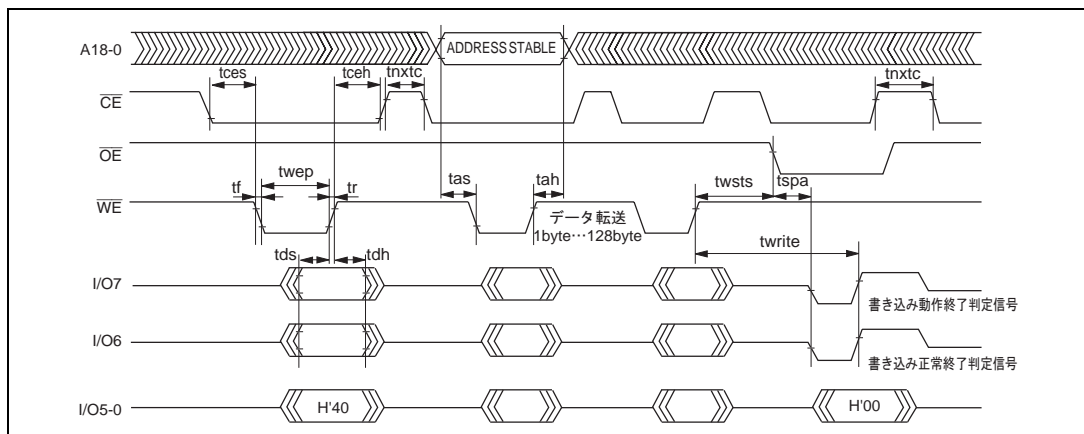

図 19.25 自動書き込みモードのタイミング波形
- (1) 自動書き込みモードでは、128バイト同時書き込みを行います。これは、バイトデータを128回連続で転送してください。
- (2) 128バイト以下の書き込みでも128バイトのデータ転送を行う必要があります。必要ないアドレスへのメモリ書き込みは、データをH'FFにして書き込みを行う必要があります。
- (3) 転送するアドレスの下位7ビットは、ロー状態にしてください。有効アドレス以外を入力した場合は、メモリ書き込み動作に移行しますが、書き込みエラーとなります。
- (4) メモリアドレスの転送は、第2サイクルで行います (図19.25)。第3サイクル以降では転送しないでください。
- (5) 書き込み動作中は、コマンド書き込みを行わないでください。
- (6) 書き込みは、各アドレスの128バイト単位のブロックに対して、1回の自動書き込みで行ってください。すでに書き込まれたアドレスブロックへの2回以上の追加書き込みは行えません。
- (7) 自動書き込み正常終了の確認には、I/O6を調べることにより行います。または、ステータス読み出しモードを使用しても確認することができます (I/O7のステータスポーリングは、自動書き込み動作終了判定用端子です)。
- (8) ステータスポーリングのI/O6、I/O7の情報は、次のコマンド書き込みまで保持されます。次のコマンド書き込みが行われていなければ、 $\overline{\text{CE}}$ 、 $\overline{\text{OE}}$ をイネーブルにすることにより読み出し可能となります。